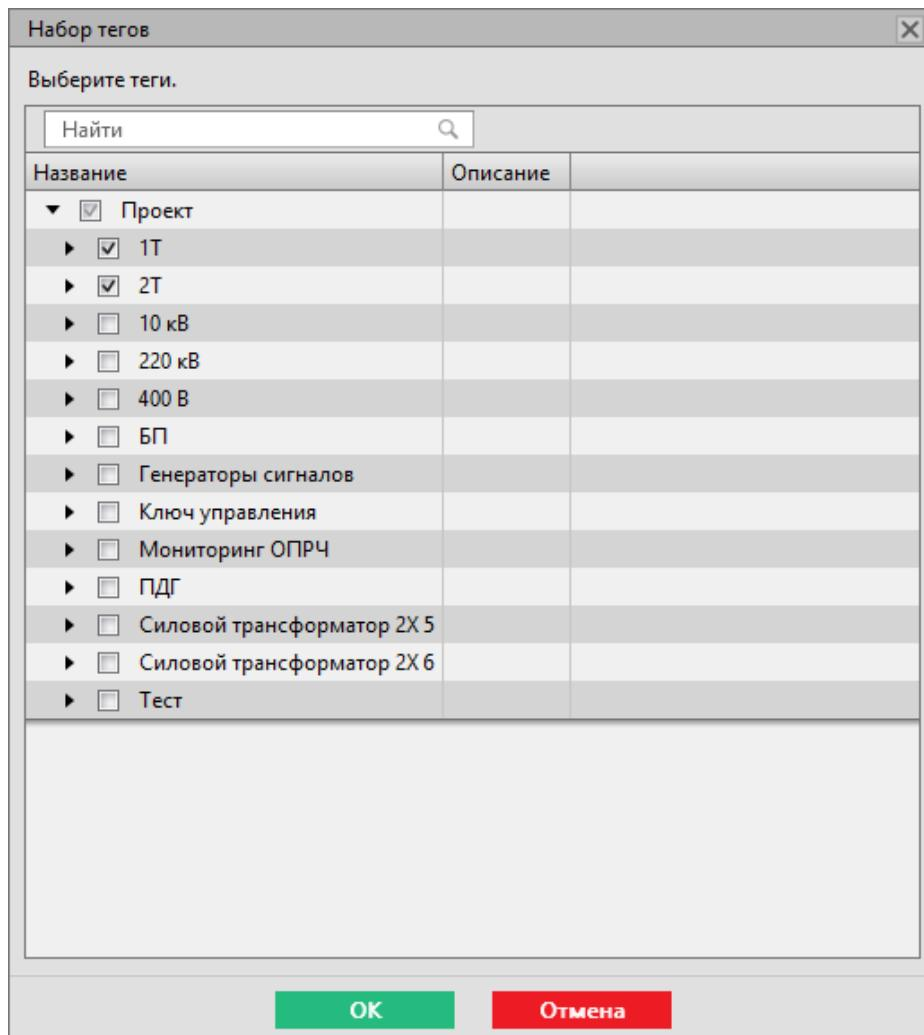

Рисунок 117 - Выбор тегов для политик архивирования
- Выберите теги и нажмите **OK** (Рисунок 117).